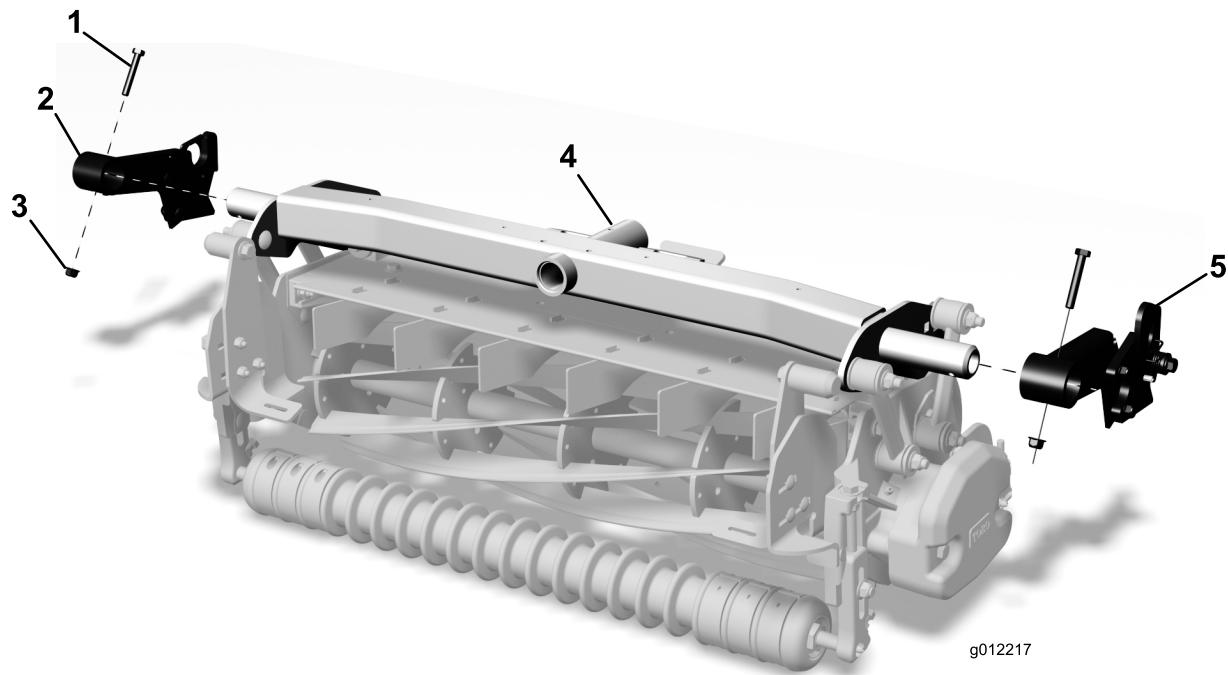

図 5
- ガイドアセンブリ付きの右側バスケットガイドアセンブリ付きを、カッティングユニットのキヤリアフレームチューブの右端に挿入する図 5。
- バスケットブラケットについている穴を、キヤリアフレームチューブの穴に合わせ、ボルト $5/16 \times 2\frac{1}{4}$ インチとフランジナット $5/16$ インチを図 5 のように使って固定する。
- 左側バスケットブラケットバスケットアセンブリ付を、カッティングユニットのキヤリアフレームチューブの左端に挿入する図 5。